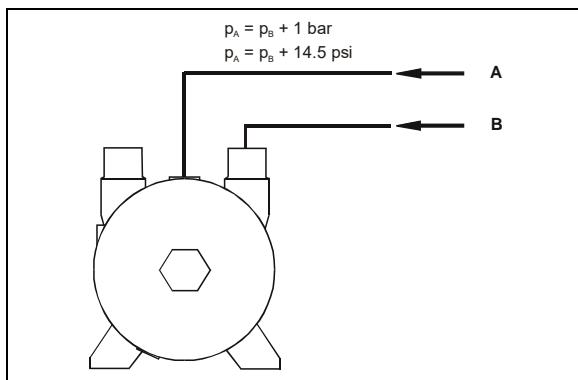
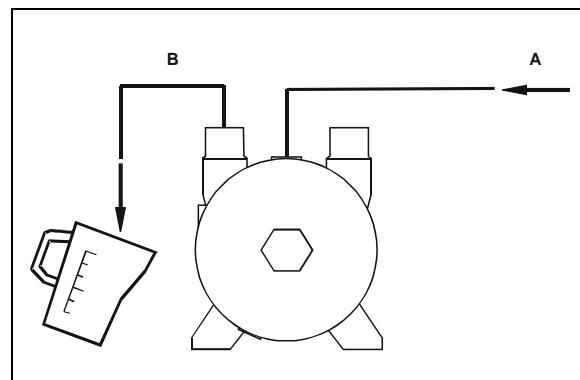
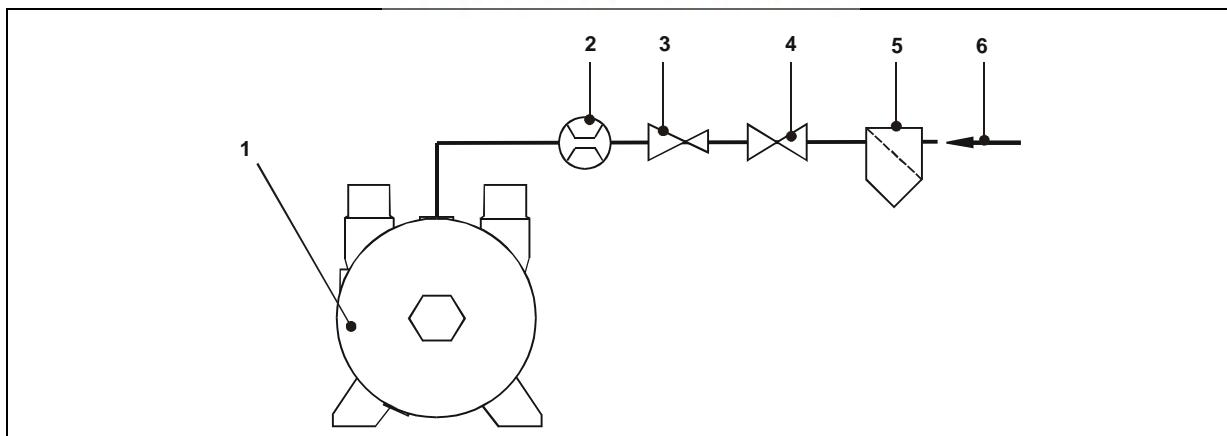
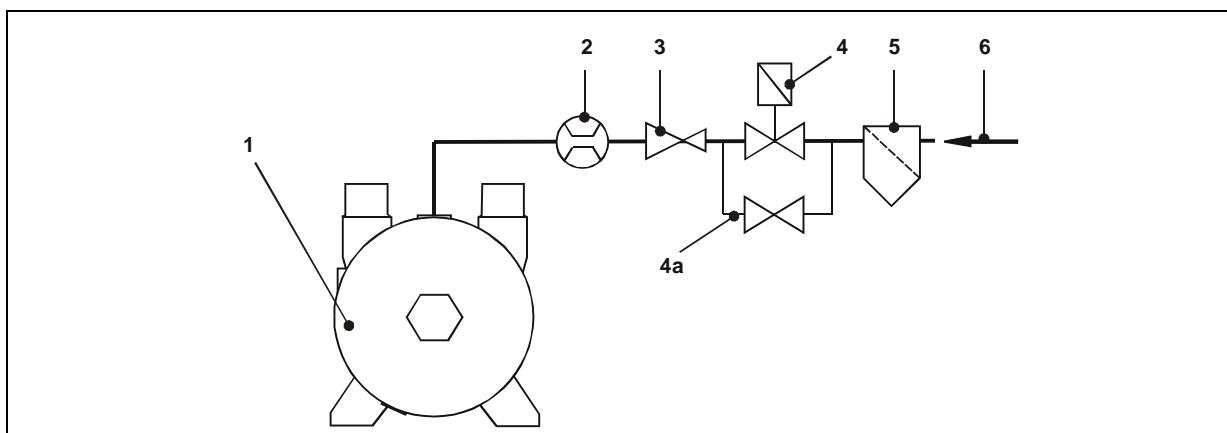

Fig. 9 : Réglage du débit du fluide de service : réglage de la pression d'alimentation
Fig. 10 : Réglage du débit du fluide de service : mesure du débit avec un verre gradué
Fig. 11 : Fonctionnement avec arrivée du fluide de service : fonctionnement non automatique
Fig. 12 : Fonctionnement avec arrivée du fluide de service : fonctionnement automatique
- En cas de fonctionnement non automatique : robinet d'arrêt (Fig. 11, p. 29, pos. 4).
- En cas de fonctionnement automatique : robinet d'arrêt dans la dérivation (Fig. 12, p. 29, pos. 4a).
Voir Fig. 9, p. 28. et Fig. 10, p. 28, ainsi que Fig. 11, p. 29 et Fig. 12, p. 29.
1) Régler la pression d'alimentation du fluide de service (Fig. 9, p. 28) :
Quand le fonctionnement n'est pas automatique (Fig. 11, p. 29) :
Quand le fonctionnement est automatique (Fig. 12, p. 29) :
- L'électrovanne (pos. 4) s'ouvre et le fluide de service est injecté.
- avec le débitmètre (Fig. 11, p. 29 et Fig. 12, p. 29, pos. 2)
- en mesurant le débit de fluide de service s'échappant de la tubulure de refoulement par unité de temps avec un verre gradué (Fig. 10, p. 28)
- au moyen d'un robinet de réglage (Fig. 11, p. 29 et Fig. 12, p. 29, pos. 3)